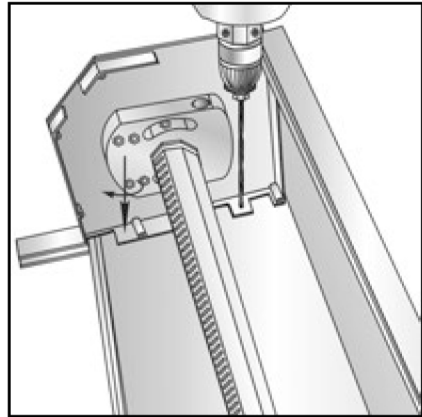

рис.8
- 2.7. Разметить и сверлить совместно в отбортовках крышек и задней панели короба отверстия  $D=8$  мм для крепления короба к обрамлению проема: при накладном монтаже сверлить по два отверстия в задней отбортовке каждой крышки (рис.8);